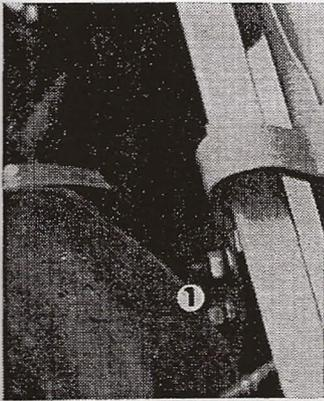

Fig. 59
2. Dévisser les quatre écrous M 6 (fig. 59/1) des portes-capots et enlever le capot.